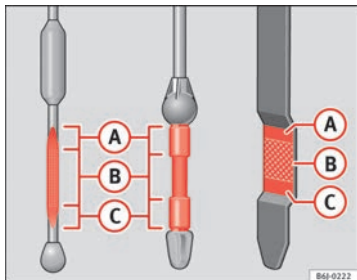

Abb. 108 Ölmesstab
- Den Messstab anschließend wieder herausziehen und den Ölstand ablesen ⇒ Abb. 108. Füllen Sie gegebenenfalls Motoröl nach.